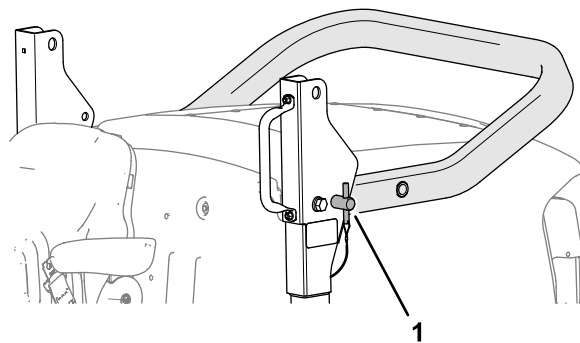

Figura 21
5. Inserite i perni del roll bar nei fori inferiori delle staffe orientabili (Figura 21).